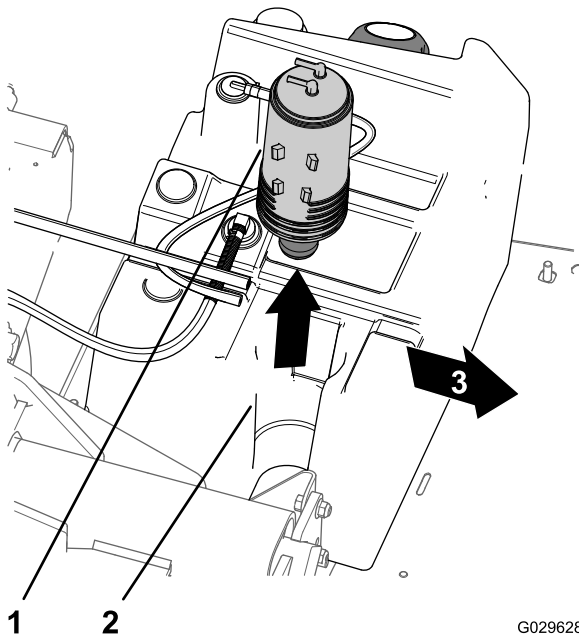

Figura 47
- Retire el cartucho de carbón del soporte del cartucho de carbón del depósito de combustible (Figura 47).
7. Instale el cartucho de carbón nuevo en el soporte del cartucho de carbón del depósito de combustible con los acoplamientos de purga y del depósito de combustible orientados hacia atrás (Figura 47).